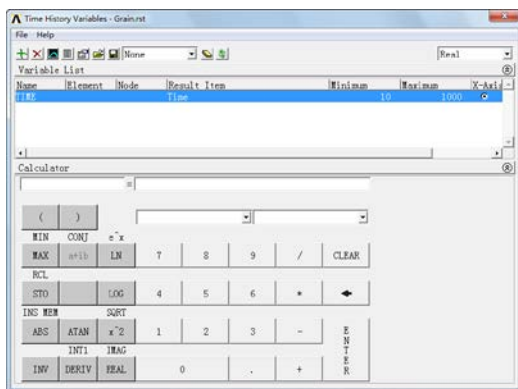
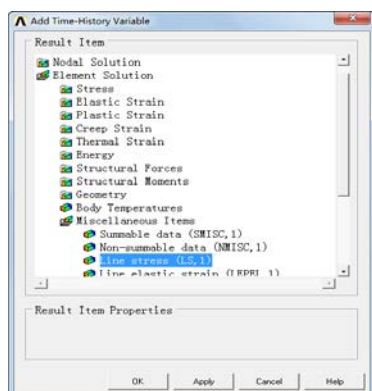
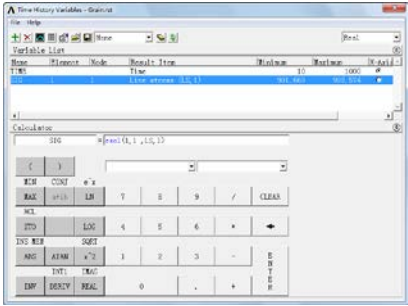

图 9-36 “Time History Variables - Grain.rst”对话框 (1)
图 9-37 “Add Time-History Variable”对话框
图 9-39 “Time History Variables - Grain.rst” 对话框（2）
①进入时间历程后处理: Main Menu > TimeHist PostPro, 弹出如图 9-36 所示的“Time History Variables-Grain.rst”对话框, 里面已有默认变量时间 (TIME)。
②定义单元应力变量: 在图 9-36 所示的对话框中单击左上角的+按钮, 弹出“Add Time-History Variable”对话框, 如图 9-37 所示。
③在图 9-37 所示对话框中单击 Element Solution > Miscellaneous Items > Line stress
④返回到图 9-37 所示的对话框, 在“Variable Name”文本框中输入“SIG”, 单击“OK”按钮。弹出“Element for Data”拾取框, 然后鼠标拾取此单元, 单击“OK”按钮, 又弹出“Node for Data”拾取框, 鼠标拾取左面的节点, 然后单击“OK”按钮。返回到“Time History Variables-Grain.rst”对话框, 如图 9-39 所示。此时变量列表里面多了一项 SIG 变量。
⑤绘制变量曲线(以时间 TIME 为横坐标, 以自定义的单元应力变量 SIG 为纵坐标): 在图 9-39 所示的对话框中单击左上角的第三个按钮, 屏幕显示如图 9-40 所示。
- ⑥列表显示变量随时间的变化: 在图 9-39 所示的对话框中单击左上角的第四个按钮，屏幕显示如图 9-41 所示。
- ⑦退出 ANSYS 程序: 单击 ANSYS 程序窗口左上角的“QUIT”按钮，选择想保存的项，然后退出。